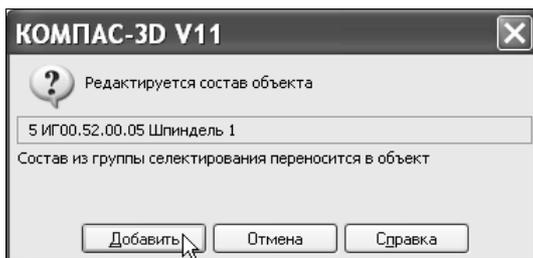

Рис. 9.109. Окно редактирования состава объекта
6. В диалоговом окне редактирования состава объекта нажмите кнопку **Добавить** (рис. 9.109). На чертеже номер позиционной линии-выноски, указывающей на шпиндель, изменится с 2 на 5.